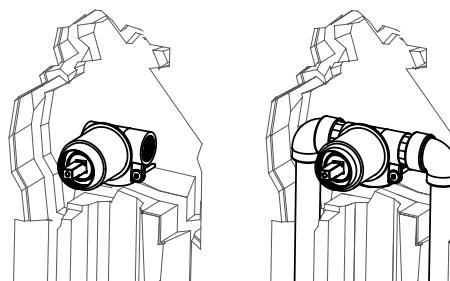

Рис. 1
- Необходимо смонтировать смеситель, подключив к нему трубы системы водоснабжения, и закрепить его к стене (рис. 1), подобрав его положение в нише таким образом, чтобы глубина установки не превышала 37-46 мм.